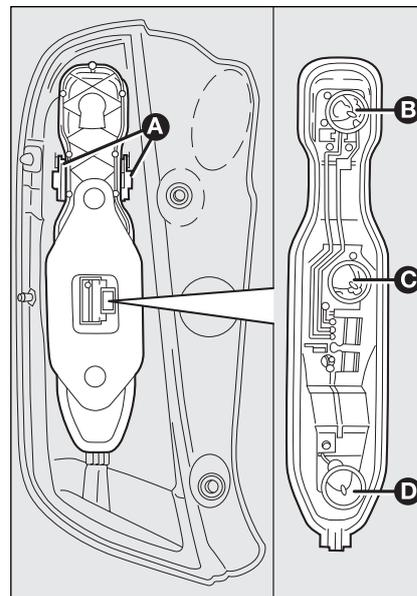

fig. 29
- premere le alette **A-fig. 29** di bloccaggio portalampe ed estrarlo dalla sua sede;
- estrarre le lampade **B - C - D-fig. 29** spingendole leggermente e ruotandole in senso antiorario.